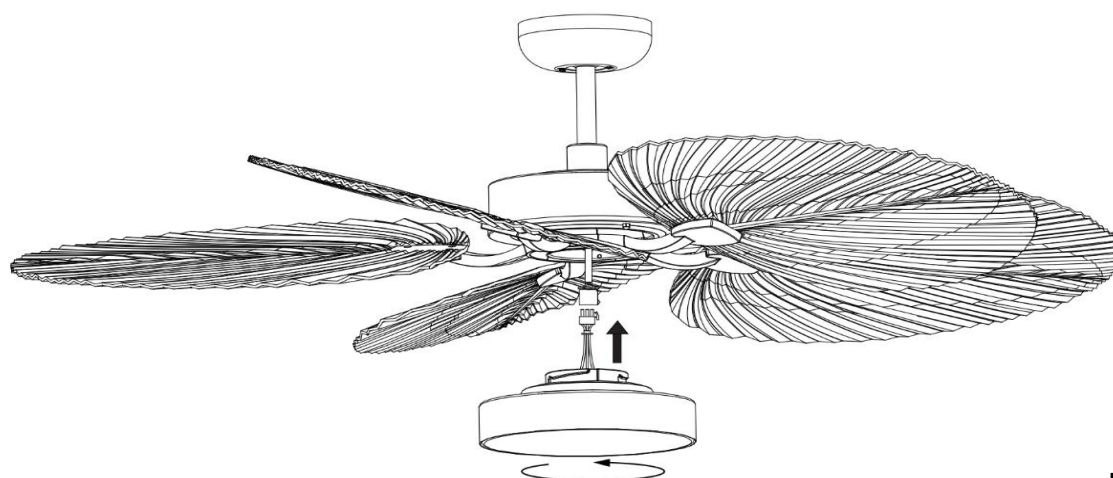

Fig. 6
**INSTALACIÓN DE LA LÁMPARA (Fig. 6)**